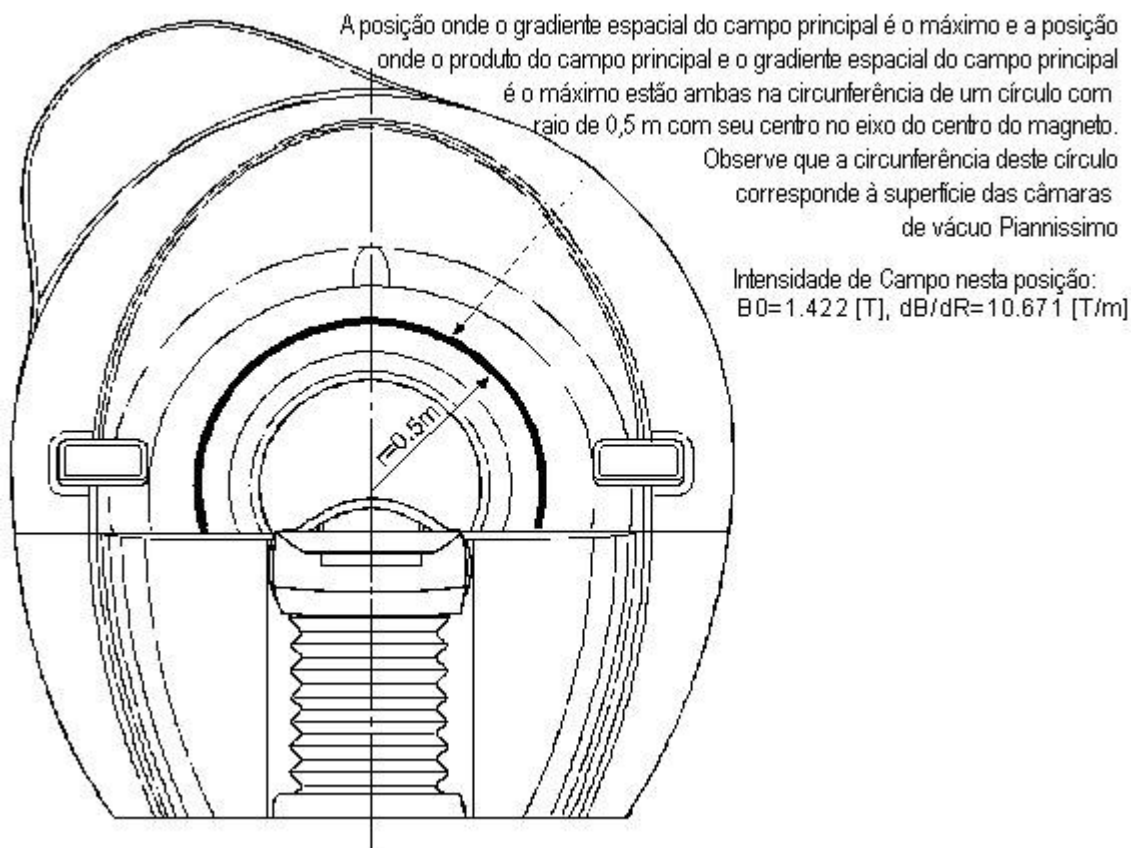

Figura 2.1-6 Posição onde a intensidade de campo e o gradiente especial de campo são o máximo
- Posição na qual a intensidade de campo e o gradiente especial de campo são o máximo e os valores naquela posição: Figura 2.1-6